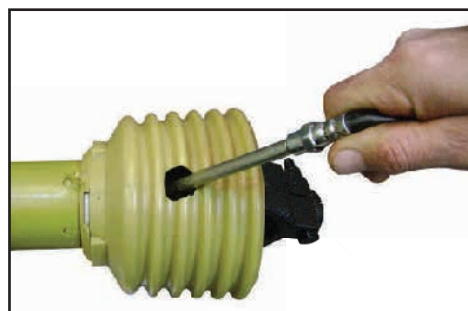

Figura 46
a) Lubrificar a cada 8 horas de trabalho o pino graxeiro das cruzetas, figura 46.